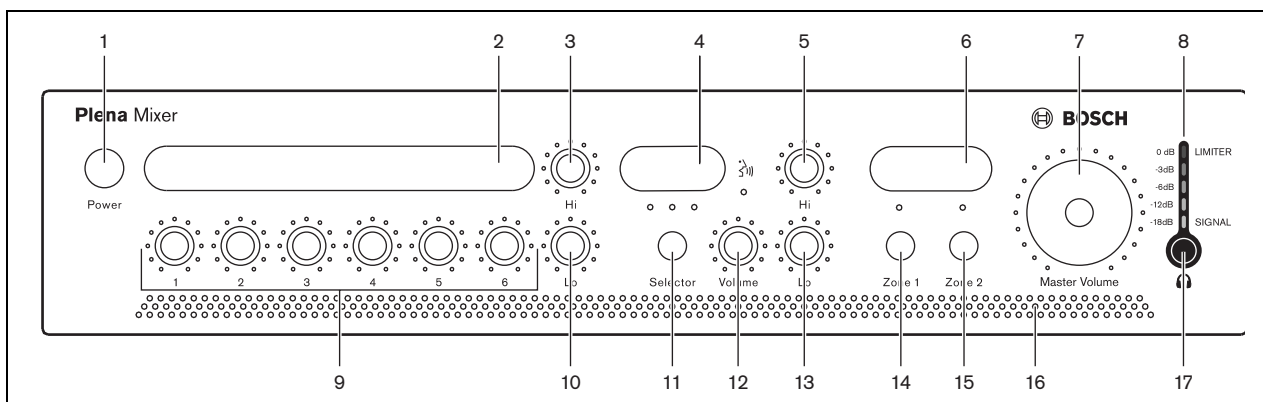

figure 5.2: Panneau avant
- 2 Assurez-vous que l'interrupteur power (1) à l'avant de l'unité est activé - enfoncé (voir figure 5.2).
Réglez l'interrupteur power (1) à l'avant de l'unité sur désactivé - sorti (voir figure 5.2).
Les utilisateurs peuvent créer des étiquettes personnalisées pour : entrées de microphone/ligne, description de sources musicales et zones de sortie audio 1 et 2. Ces étiquettes peuvent être fixées sur le mélangeur sur les positions 2, 4 et 6 (voir figure 5.2). Des broches colorées peuvent également être insérées sur diverses positions autour des indicateurs afin d'indiquer les réglages favoris pour une application particulière.
Utilisez les commandes de tonalité Hi (haute) et Lo (Basse) (voir figure 5.2, numéros 3 et 10) pour changer collectivement la tonalité des entrées microphone/ligne 1 à 6.
Utilisez les commandes de tonalité Hi (haute) et Lo (Basse) (voir figure 5.2, numéros 5 et 13) pour changer la tonalité de la source musicale sélectionnée.